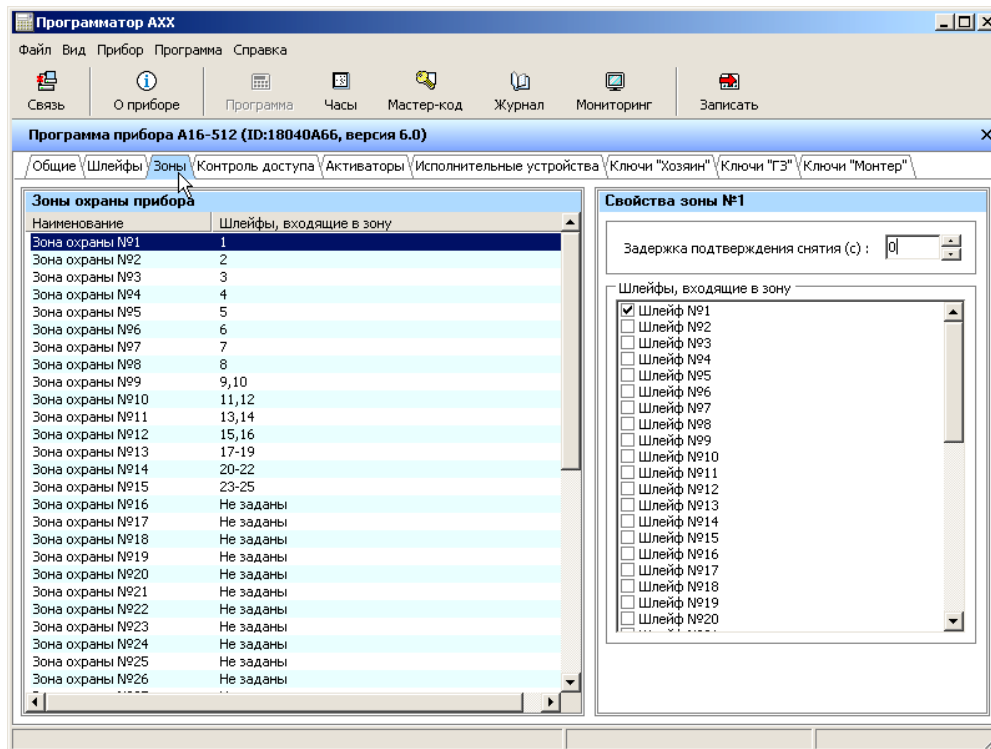

Рисунок 10 – Конфигурирование прибора «А16-512», вкладка «Зоны»
- «Зоны»: задаются свойства зон, определяется соответствие шлейфов зонам, рисунок 10;